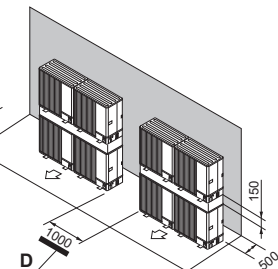

Fig. 2-21
- (7) Aranjare: unități suprapuse (Fig. 2-21)
- D: Spațiu (Fig. 2-21)